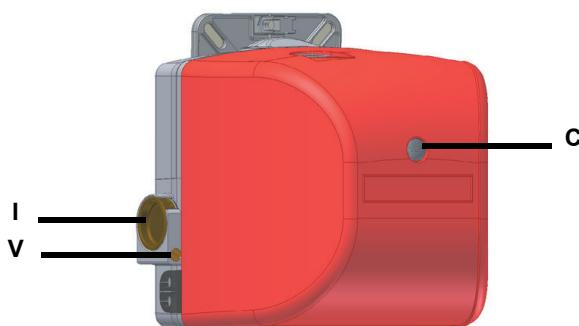

Fig. 10
- 2 Avviare il bruciatore portando a ON l'interruttore generale e chiudendo la serie termostatica: in caso di blocco premere il pulsante **RESET (C)** presente sul cofano del bruciatore (vedi Fig. 10)..